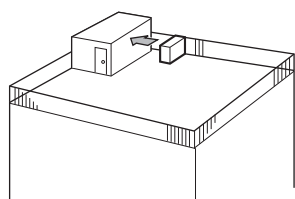

Fig. 3-2
- ① Richt de luchtuitlaat naar de dichtstbijzijnde muur, op ongeveer 50 cm van de muur. (Fig. 3-2)